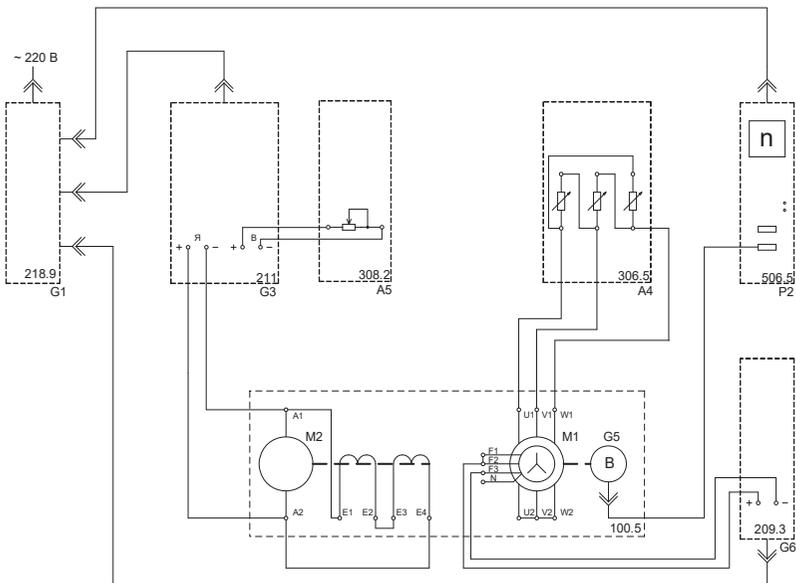

Рис. 3.1
- Соедините аппаратуру в соответствии с электрической схемой рис.3.1.